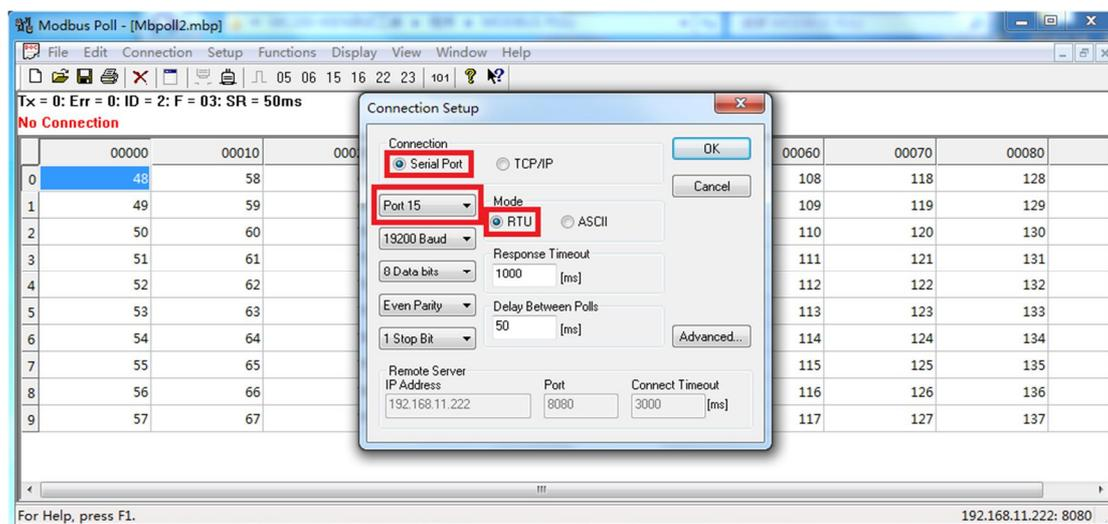

图 4.5.3.1 设置通讯参数
4.5.3 设置通讯参数，完成后点击“OK”按钮。（如下图 4.5.3.1，红色方框为固定设置，其它可自行设置，但尽量设置为图中参数）